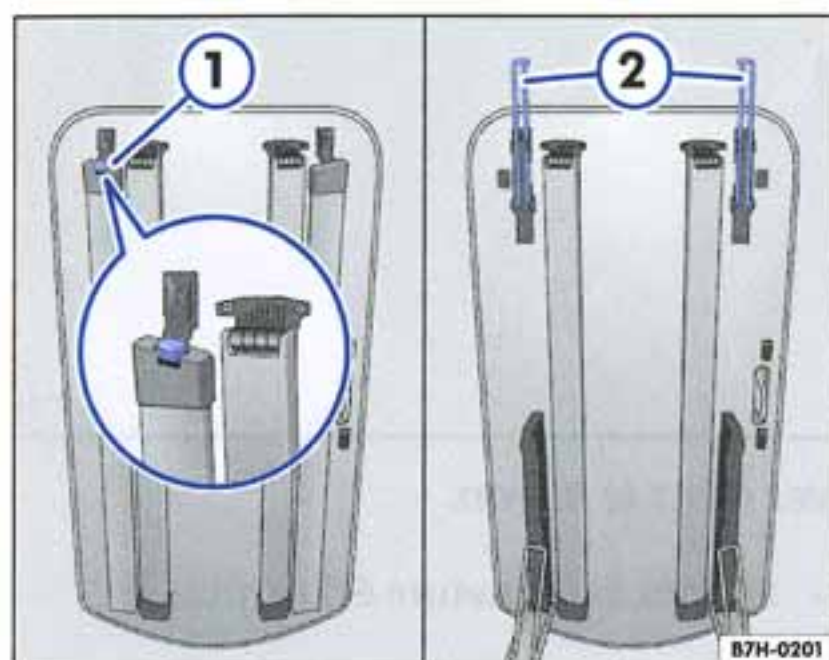
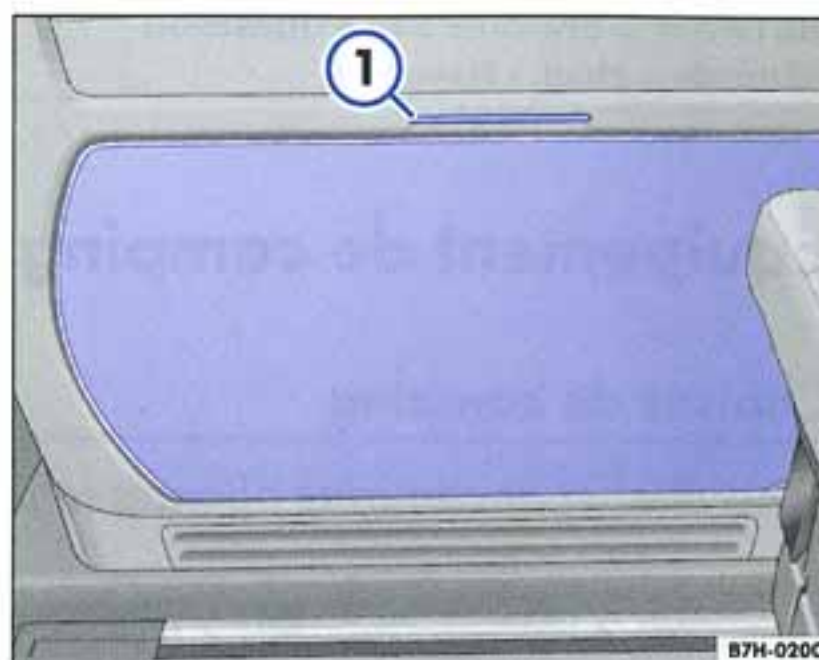

Fig. 23 Éléments de commande de la table de camping
Fig. 24 Table de camping dans la porte coulissante
La table de camping est logée dans la porte coulissante ⇒ fig. 24. Elle est constituée d'un plateau de table doté de quatre pieds escamotables. Une vis moletée réglable ⇒ fig. 23 ① permet le réglage en hauteur d'un pied pour assurer la stabilité de la table en cas d'inégalités du sol.
- Appuyez sur la poignée ⇒ fig. 24 ① pour déverrouiller la table de camping.
- En cas d'inégalités du sol, ajustez la hauteur du pied à l'aide de la vis moletée réglable ⇒ fig. 23 ①.
- Retirez entièrement les guides de table ⇒ fig. 23 ②.